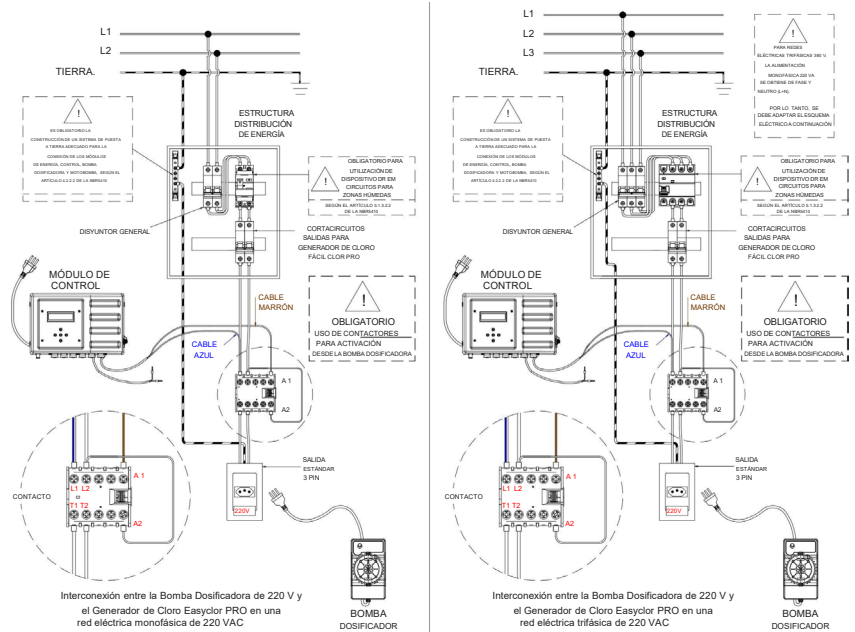

Figura 16
2. Para instalar la bomba dosificadora controlada por el generador de cloro, el instalador debe identificar los cables azul y marrón en el módulo de control. El cable azul será alimentado por una fase de la red y el cable marrón se conectará directamente al contactor de la bomba dosificadora. Cabe destacar que siempre se debe respetar la tensión de alimentación de la bomba dosificadora. El principio de funcionamiento es el mismo que el mencionado anteriormente para la conexión de la motobomba, tal y como se muestra en la figura 16.